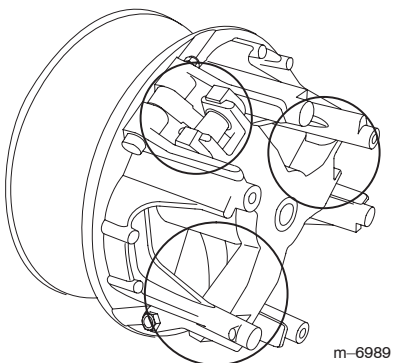

Figura 56
5. Lubrique las piezas en movimiento en las zonas indicadas en la Figura 56 usando Spray Lubricante Seco de Toro, disponible a través de su Distribuidor Autorizado Toro.